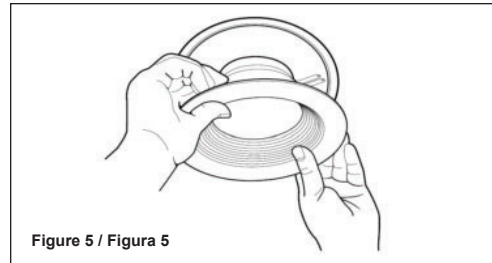

Figure 5 / Figura 5
B. Spring retention clips (Model 4BEMW Only): Center the LED module in the housing opening and gently push the module up into the housing evenly on all sides until flush with ceiling (Figure 5).
B. Pincas de retenue de ressort (Módulo 4BEMW): CCenter le module DEL dans l'ouverture du boîtier et pousser délicatement le module dans le boîtier uniformément sur tous les côtés jusqu'à ce qu'il affleure le plafond (Figure 5).